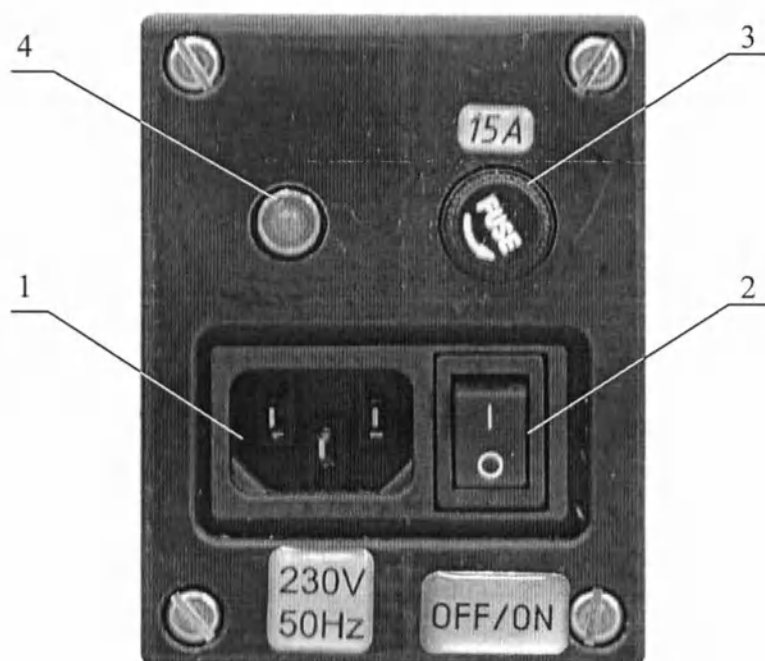

Рисунок 4 – Панель питания
5.5 На панели включите выключатель автономного питания 2 (рисунок 4).
При разряженных батареях подключите сетевой шнур к розетке 1 (Рисунок 4) панели питания и в сеть 220В. При этом загорится индикатор 4 зеленого цвета, сигнализирующий о том, что начался процесс зарядки аккумуляторных батарей.